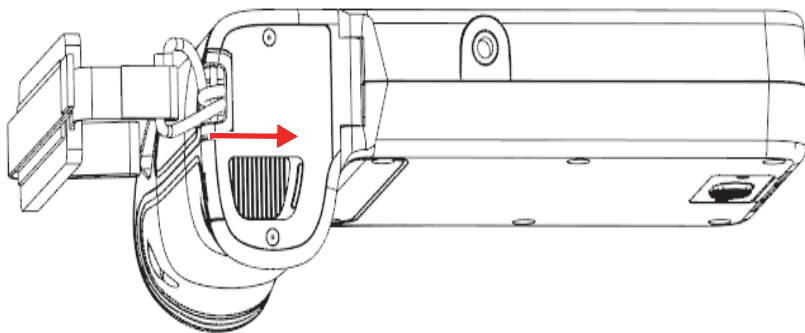

Рис. 4-1 Кнопка деблокировки крышки аккумуляторного отсека
1. Возьмите прибор так, чтобы крышка аккумуляторного отсека находилась вверх, как показано на Рис. 4-1 на стр 45.